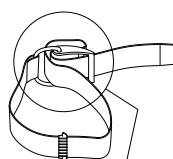

Fig. 2-4
1. Gire la hebilla hasta que quede en la posición abierta. Deslice la correa alrededor de la hebilla de plástico como se muestra en la figura (Fig. 2-4), moje la correa antes de ajustarla en su lugar en la botella y ajuste la longitud (Fig. 2-7).